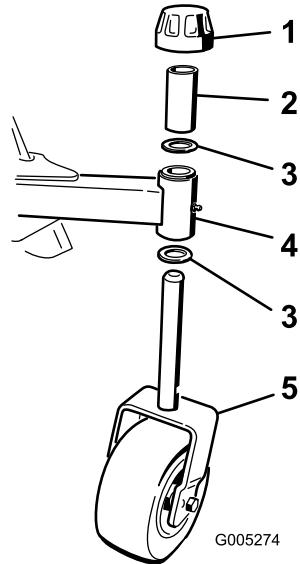

Figure 3
- Enlevez le chapeau de tension de l'axe de pivot de la roue pivotante (Figure 3). Glissez l'entretoise et une rondelle de butée sur l'axe de pivot. Laissez une rondelle de butée sur l'axe.
- Poussez l'axe de pivot dans les bagues du cadre du souffleur, insérez une autre rondelle de butée sur l'axe, glissez l'entretoise sur l'axe et fixez l'ensemble avec le chapeau de tension (Figure 3).